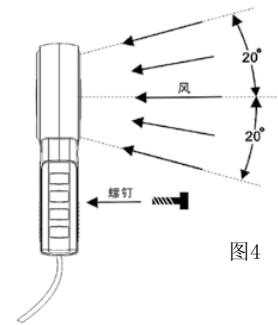

图4
- 4、按图4所示进行风速测量，内有风向标示，不要用反。按图所示，用螺丝钉可以固定手柄（本公司不予配置螺丝钉，用户需自行配置）。